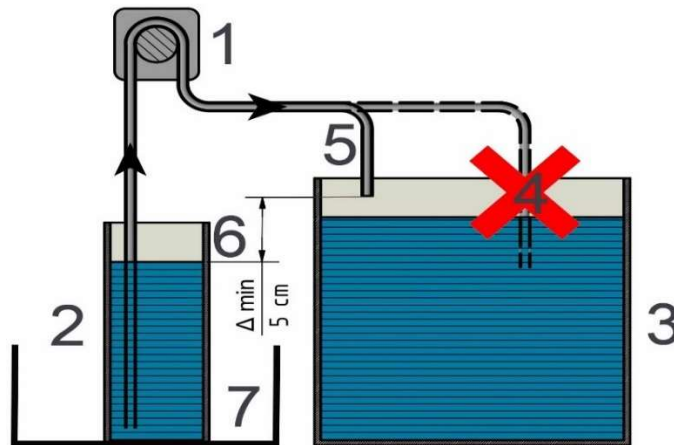

Fig. 1: Veiligheidsinstructies:
De doseerpompen (1) zijn zelf aanzuigend en moeten geïnstalleerd worden vlg Fig. 1. Dit is de enige manier om volledig leeg geraken van de container te voorkomen (2). Het is aanbevolen om de slangetjes zo kort mogelijk te houden (water hoogte max. 2 m = 0.2 bar). Maar de slang aan de aanzuigkant moet volledig tot de bodem van de container (2) komen. Om terugstromen te voorkomen mag de doseerslang niet in het aquariumwater hangen (4). Het water niveau in de container (6) moet altijd onder het uiteinde van de doseerslang komen (5). Het water niveau in het filter/aquarium is niet belangrijk m.b.t. deze instructies.